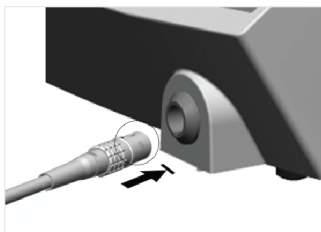

FIG. 5
5. Verifique a limpeza e a secura do pino no cabo. Posicione o cabo corretamente e ligue o cabo à unidade. Pressione o cabo até sentir o "clique" de encaixe. FIG. 5.